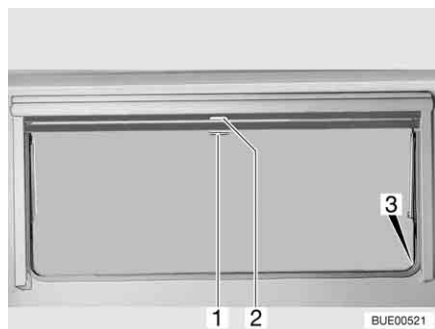

Bild 52 Överkantshängda fönster
- Drag ned mörkläggningsrullgardinen med handtaget (Bild 52,2). När mörkläggningsrullgardinen dras ned helt fäster man det man i spärrarna (Bild 52,3) på båda sidorna på fönsterkarmen.
- När mörkläggningsrullgardinen är helt neddragen: Tryck ned handtaget (Bild 52,2) och drag det något inåt. Nu kan man ta loss mörkläggningsrullgardinen ur spärrarna på båda sidorna av fönsterkarmen.
- När mörkläggningsrullgardinen inte är helt neddragen: Drag handtaget (Bild 52,2) lätt nedåt tills spärren släpper.
- Drag ner insektsnätet med handtaget (Bild 52,1) och fäst det i spärrarna (Bild 52,3) på båda sidorna av fönsterkarmen.
- Tryck ned handtaget (Bild 52,1) och drag det något inåt. Lossa insektsnätet ur spärrarna på båda sidorna av fönsterkarmen.